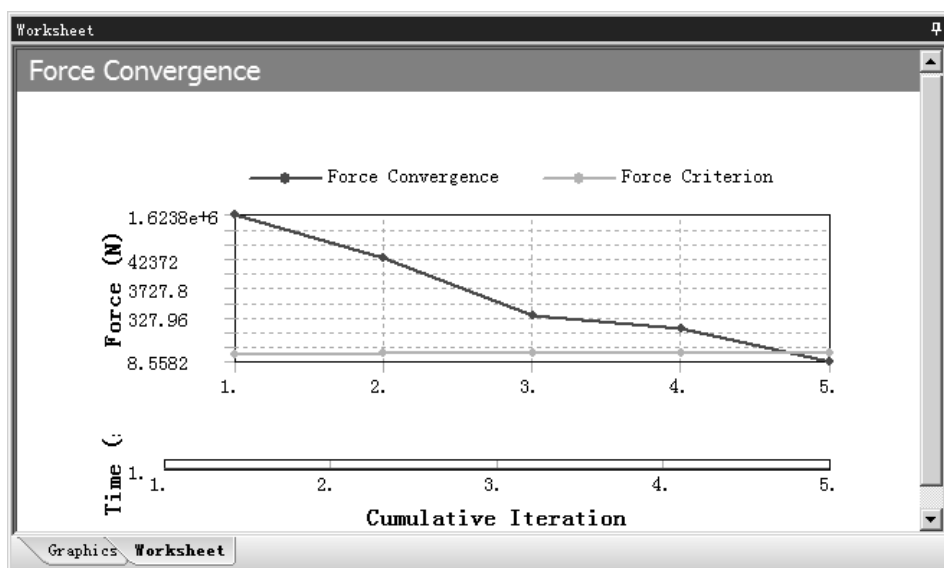

图 8.6.19 力收敛图表
(1) 显示力收敛图表。在“Outline”窗口中单击  **Solution Information** 选项，弹出“Details of ‘Solution Information’”对话框。在对话框的 **Solution Information** 区域的 **Solution Output** 下拉列表中选择 **Force Convergence** 选项，此时 Worksheet 窗口如图 8.6.19 所示。